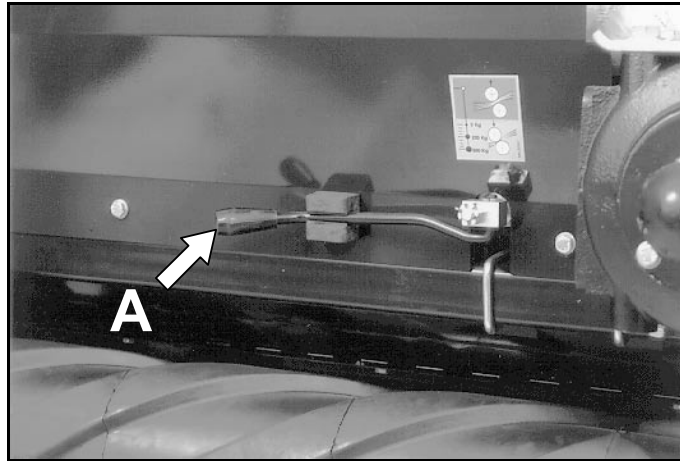

fig.21
La pressione esercitata dai rulli può essere aumentata ruotando in senso antiorario la leva **A** (fig.21), in funzione del tipo e della quantità di foraggio.
The pressure exerted by the rollers can be increased by rotating the lever **A** in counter-clockwise motion (fig.21), according to the type and quantity of forage.
La pression exercée par les rouleaux peut être augmentée en tournant dans le sens anti-horaire le levier **A** (fig.21), en fonction du type et de la quantité de fourrage.
La presión ejercida por los rodillos puede aumentarse girando en el sentido contrario a las agujas del reloj la palanca **A** (fig.21), en función del tipo y de la cantidad del forraje.
Der von den Rollen ausgeübte Druck kann durch Drehen des Hebels **A** (Abb.21) gegen den Uhrzeigersinn entsprechend der Art und Menge der Futters erhöht werden.
- Scaricare la barra di torsione del condizionatore ruotando in senso orario la leva **A** (fig.21).
- Release the conditioner torsion toolbar by rotating the lever **A** clockwise (fig.21).
- Décharger la barre de torsion du conditionneur en tournant le levier **A** (fig.21) dans le sens horaire.
- Liberar la barra de torsión del acondicionador girando la palanca **A** (fig.21) en el sentido de las agujas del reloj.
- Den Drehbalken des Befeuchters durch Drehen des Hebels **A** (Abb.21) im Uhrzeigersinn abladen.